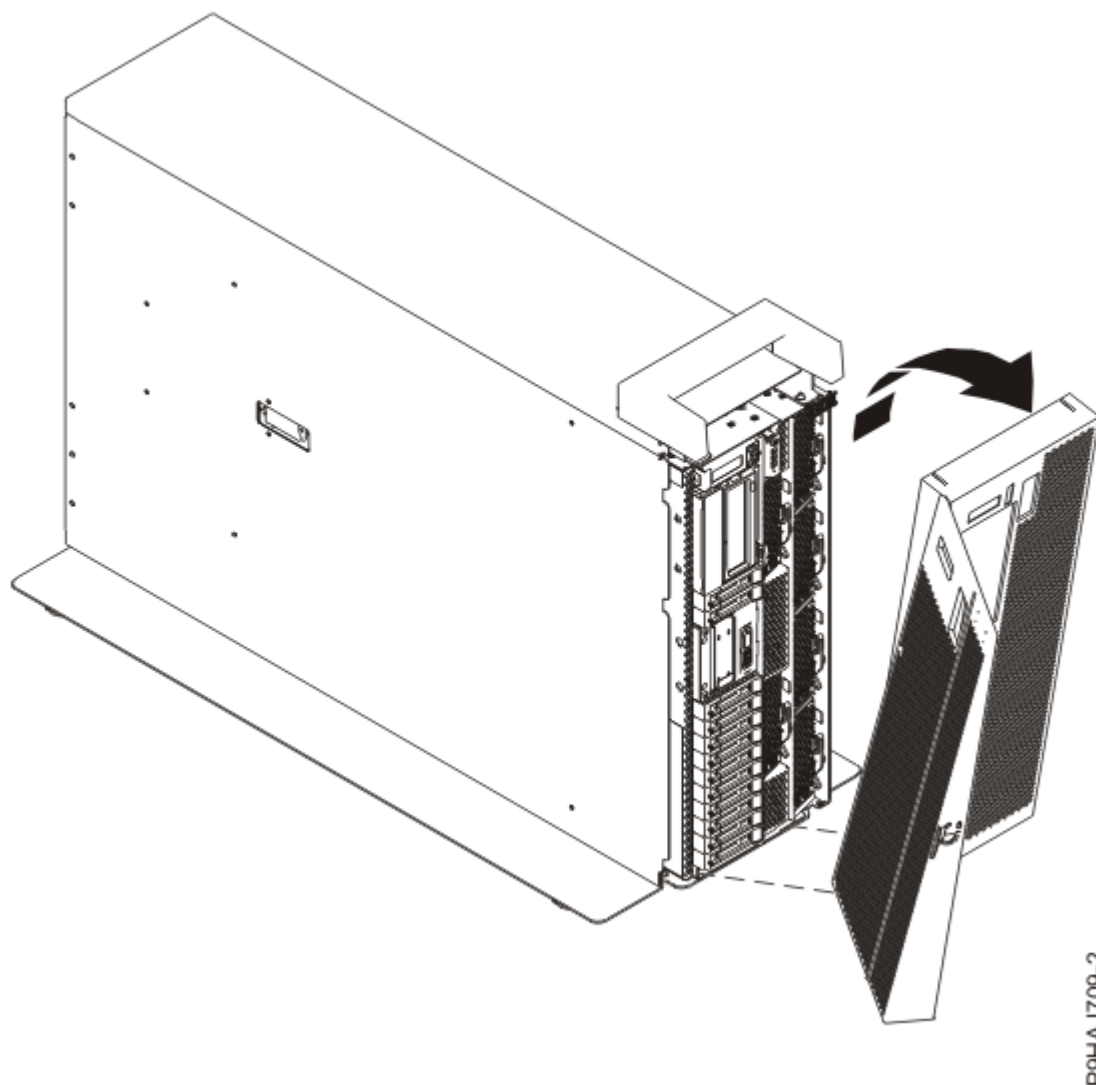

図 8. 前面カバーの取り外し
- d) 10 ページの図 8 に示すように、カバーをシステムから引き離します。